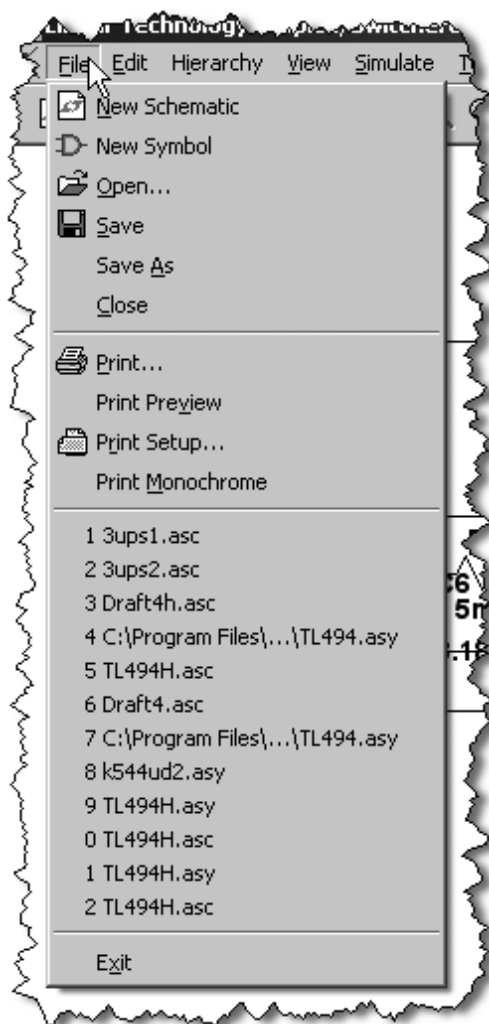

Рис. 5.2. Меню File
- ☐ **File** (Файл) — позволяет осуществлять различные действия с файлами (рис. 5.2):